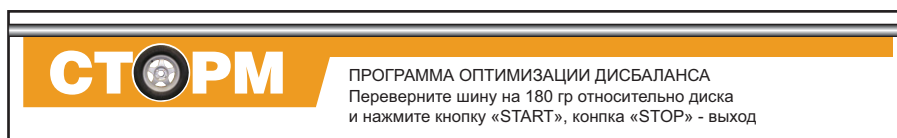

рис. 15.2
15.3. Запустите МБ. Пояснительная надпись на экране монитора изменится (рис. 15.2).